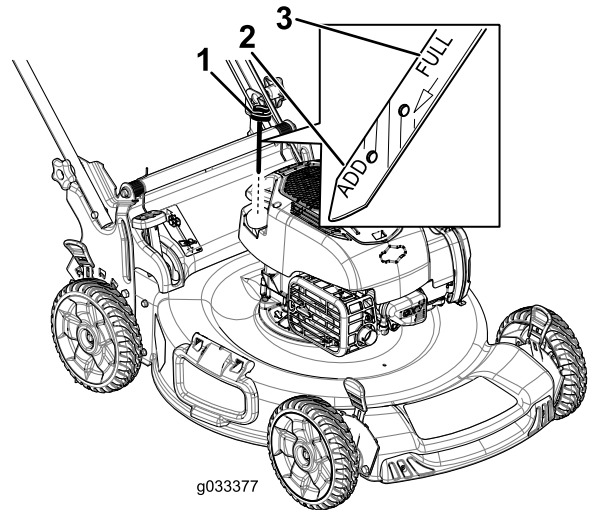

Figura 27
3. Retire a vareta rodando-a no sentido contrário ao dos ponteiros do relógio e puxando-a para fora (Figura 27).
10. Leia o nível de óleo na vareta (**Figura 27**).